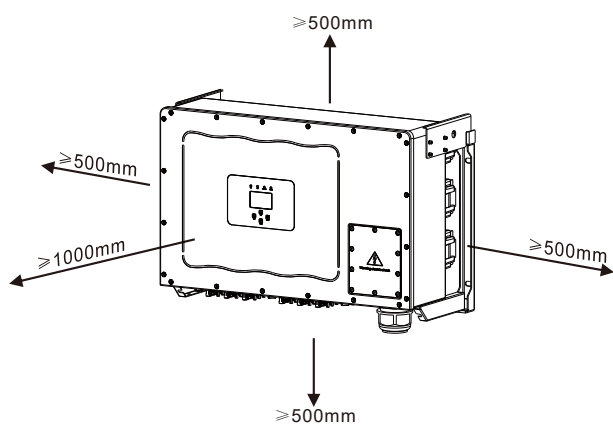

Figura 4.3 Distanze di installazione
- Se viene installato più di un inverter, è necessario lasciare uno spazio di almeno 500 mm tra un inverter e l'altro. Anche due inverter adiacenti devono essere separati da uno spazio di almeno 500 mm. Inoltre, l'inverter deve essere installato in un punto in cui i bambini non possano toccarlo. Vedere la Figura 4.3.